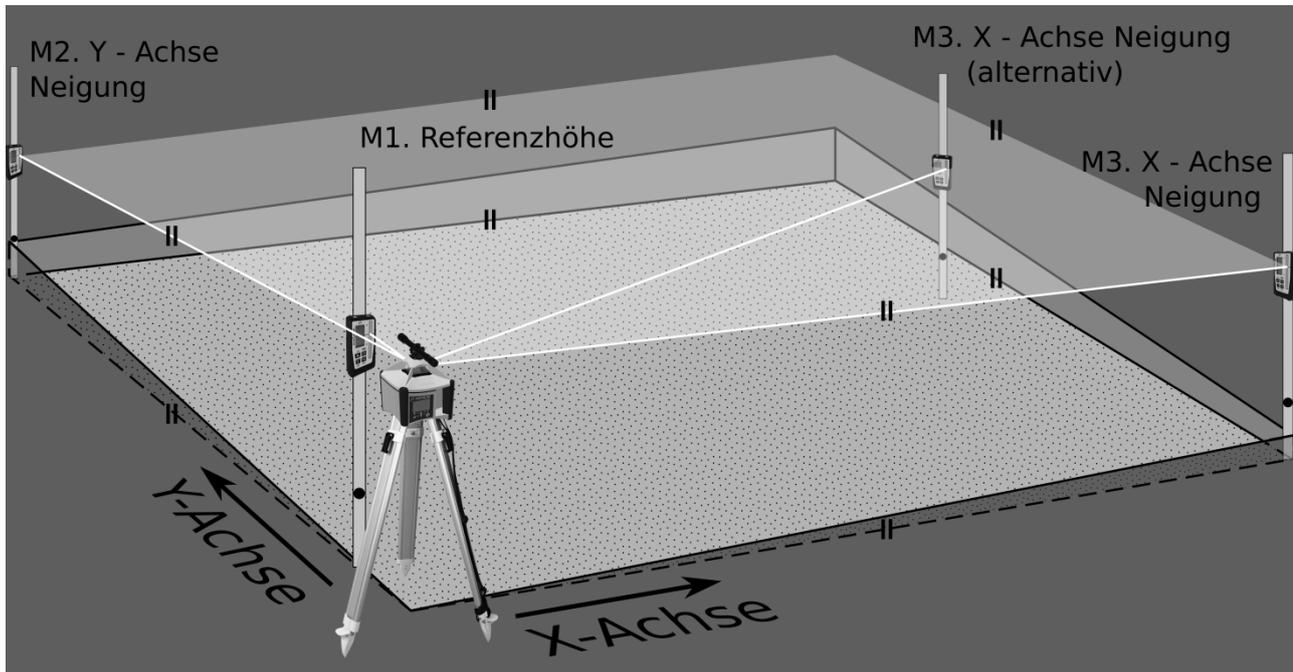

Abbildung 1: Aufbau ALIGN - Horizontal
Zunächst, wie unter Kapitel 4 beschrieben, den Stativkopf gut horizontal ausrichten und den Laser in Y-Richtung auf den ersten Zielpunkt M2 fluchtend einstellen (Abbildung 1). Wenn die ermittelten Neigungswerte möglichst genau werden sollen, ist das Zielfernrohr (Option) zu verwenden.
Danach die Lasermesslatte mit Empfänger in möglichst geringer Entfernung zum Laser aufstellen (Abbildung 1: M1 Referenzhöhe) und beide Geräte wie in den 1 und 11.2 beschrieben, einschalten und Empfängerzentrum auf Laserstrahlhöhe bringen.
Empfänger / Lasermesslatte am Zielpunkt M2 aufstellen und die erste Neigung in der Y-Achse aufnehmen. (Siehe Abbildung 1)
12.1.2.1 Neigung in Y – Achse (Abbildung 1)
12.1.2.2 Neigung in Y – und X - Achse (Abbildung 1)